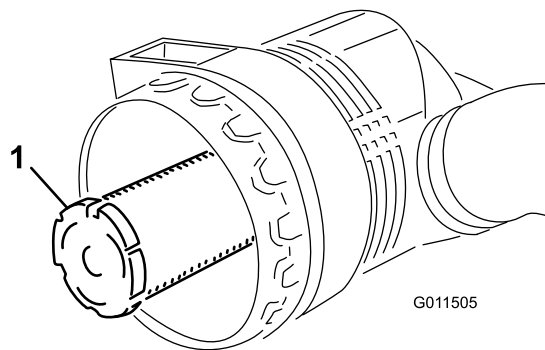

Figura 49
**Importante:** No intente nunca limpiar el filtro de seguridad (Figura 49). Sustituya el filtro de seguridad después de cada tres revisiones del filtro primario.